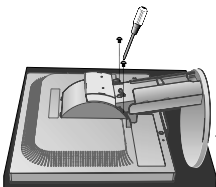

Figura S.2
3. Sitúe el monitor boca abajo en una superficie no abrasiva (Figura S.2).
4. Retire los dos tornillos que unen el monitor al soporte. (Figura S.2).